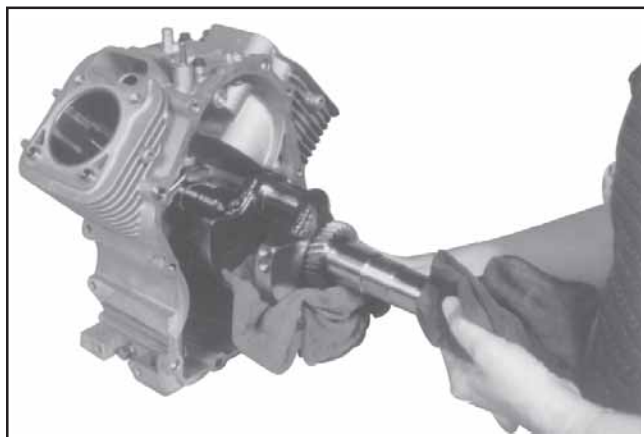

Figure 9-56. Dépose du vilebrequin.
1. Sortir prudemment le vilebrequin du carter du moteur. Voir la Figure 9-56.